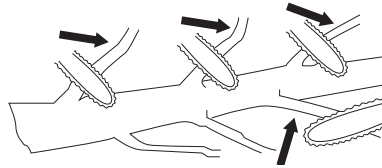

Abbildung 6
- Äste vom gefällten Baum sollten methodisch und vorsichtig entfernt werden. Einige untere Äste bleiben stehen, um den Stamm zu stützen und ihn vom Boden anzuheben. Das macht das Schneiden sicherer und verringert das Risiko, dass die Säge eingeklemmt wird. Schneiden Sie zuerst kleinere Äste ab, dann größere. Bei straffen oder gebogenen Ästen immer am Ansatz schneiden. Das verhindert, dass durch plötzliche Spannung die Äste zurückschnellen und die Sägekette einklemmen. (Siehe Abb. 6 zur Veranschaulichung.)